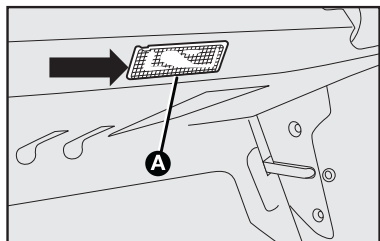

fig. 36
- extrair a plafoniera **A-fig. 36** forçando-a no ponto indicado pela seta;